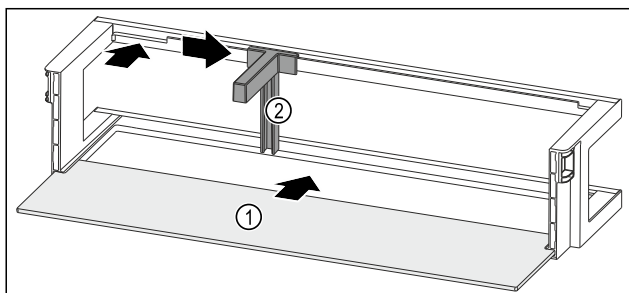

Fig. 53 Balconnet de contre-porte avec tablette de rangement
- Insérer la tablette de rangement Fig. 53 (1) dans les évidements latéraux.
- Insérer le porte-bouteilles Fig. 53 (2) dans l'évidement.
- Pousser le porte-bouteilles Fig. 53 (2) sur le côté en position souhaitée.